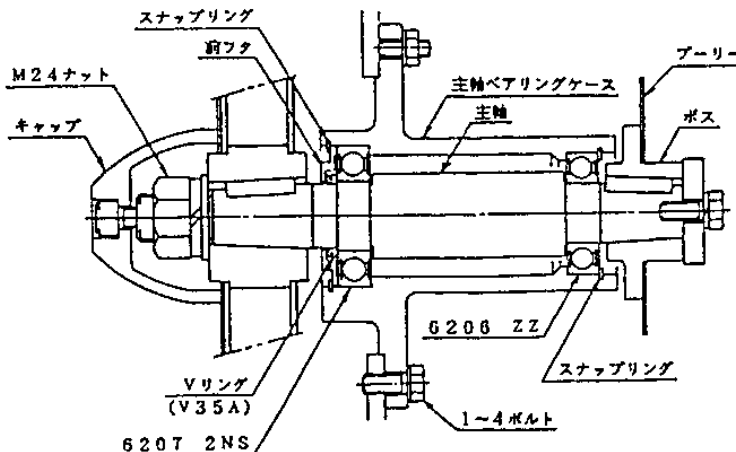

図 9-12
- ・ 両側のスナップリングを取り外し、ベアリング押さえ板を取り、木の上などに主軸の軸端を突くように落とせば抜くことができます。(図 9-12)